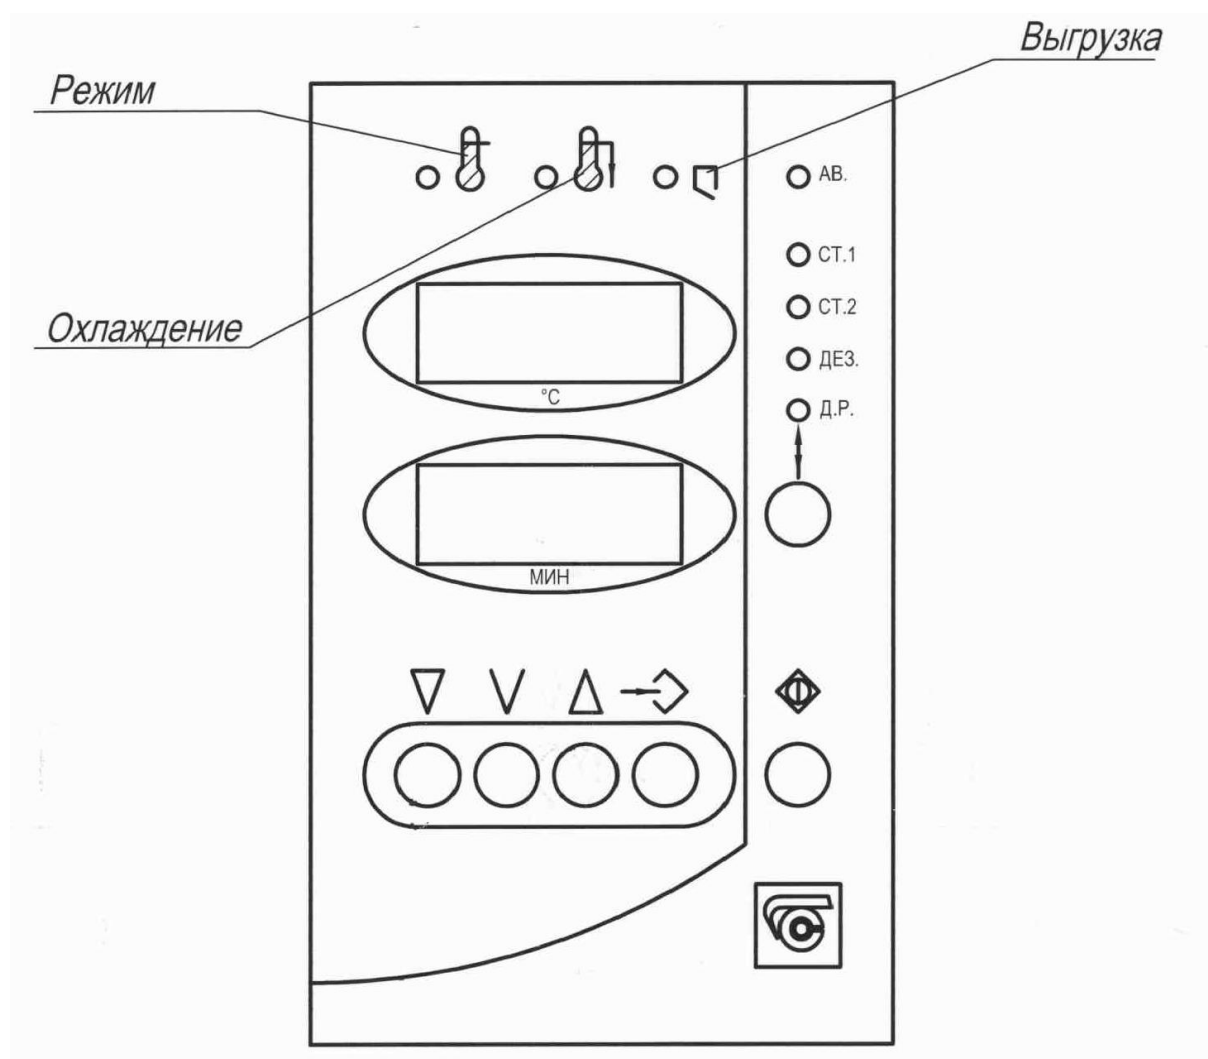

Рисунок 2 – Панель управления
10.4. Включить стерилизатор, нажав на выключатель сети, расположенный внизу приборного отсека, при этом включится вентилятор, на индикаторах температуры «°С» появится текущая температура в камере. Выбрать нужную программу работы стерилизатора путем последовательного нажатия на клавиши «» на панели управления (рисунок 2), при этом загорается соответствующий данной программе светодиод. На индикаторах температуры появится значение номинальной температуры выбранного режима, а на индикаторах времени «МИН» – время выдержки для выбранного режима.